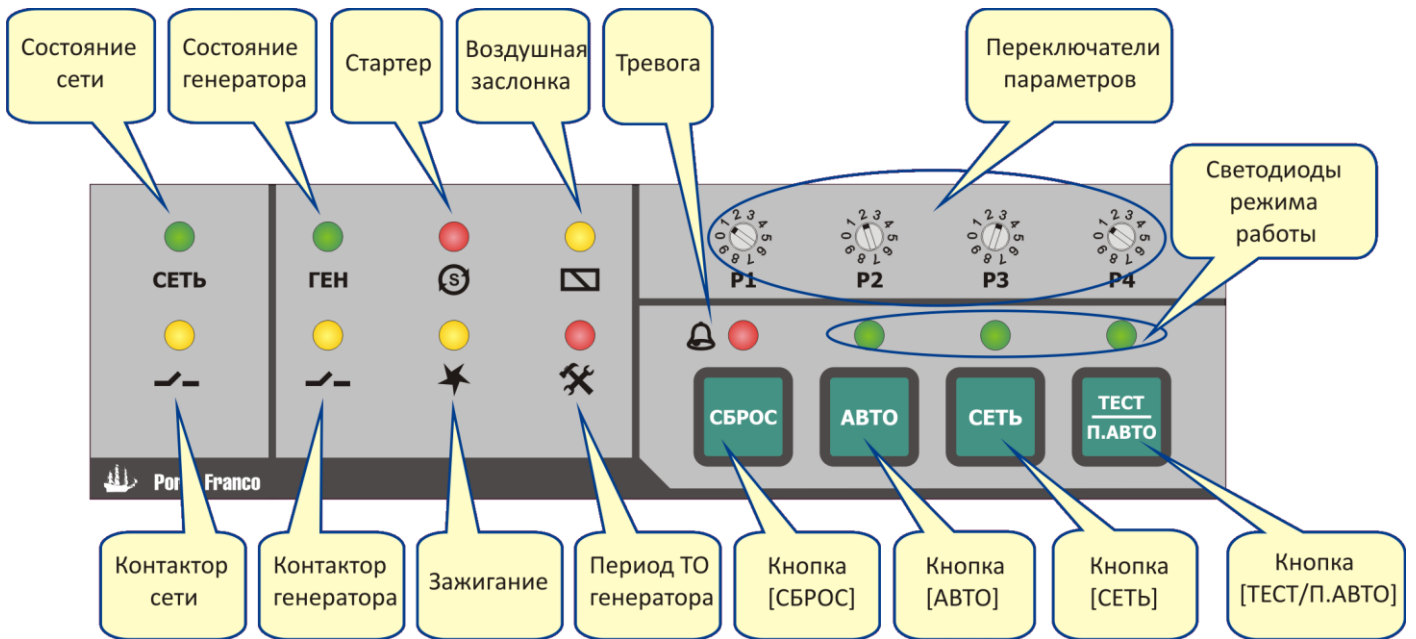

Рис. 5.2. Элементы индикации и управления
На передней панели контроллера расположены следующие элементы индикации (рис. 5.2):
5.3.2 Три светодиода режима работы (рис. 5.2) расположены над соответствующими кнопками выбора режима. Текущий режим работы контроллера индицируется зелёным свечением соответствующего светодиода. Мигание светодиода над кнопкой **[ТЕСТ/П.АВТО]** индицирует режим «Тест» (п.5.5.1.3), а непрерывное свечение – режим «Полуавтомат» (п.5.5.1.4).
5.4.1 На передней панели контроллера (рис. 5.2) расположены следующие элементы управления:
5.5.1 Выбор основных режимов «Авто», «Сеть» и дополнительных - «Тест» или «Полуавтоматический» осуществляется нажатием соответствующей кнопки на передней панели контроллера (рис. 5.2).
5.6.1 Переключатели параметров (рис. 5.2) позволяют выполнить настройку четырёх параметров контроллера, которые представлены в таблице 5.2. Соответствие положения переключателя значению параметра представлены в таблицах 5.3–5.6.